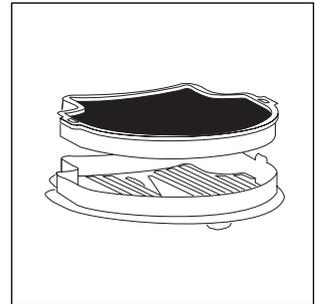

Fig. 16
- Extraiga el filtro trasero (fig. 16).